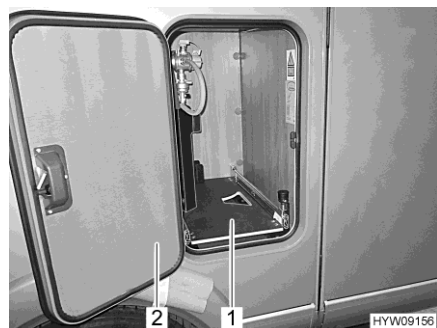

Fig. 80 Base estraibile del vano portabombole
- Aprire lo sportello (Fig. 80,2) del vano portabombole.
- Estrarre la base estraibile del vano portabombole (Fig. 80,1), fino a innestare nuovamente il pomello. La base estraibile del vano portabombole è ora bloccata in questa posizione.